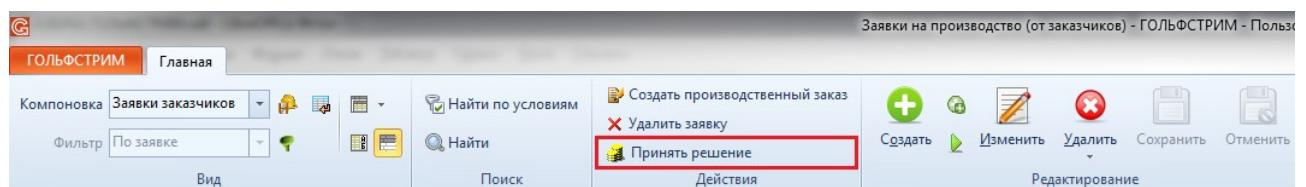

Рисунок 71. Действие "Принять решение"
2.1. На панели инструментов в меню **Действия** выбрать действие «Принять решение» (рис. 71).